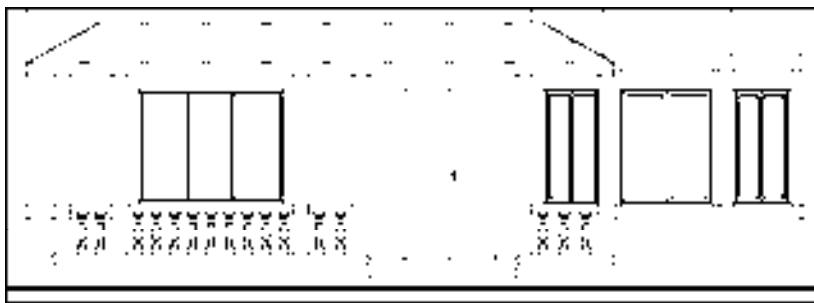

图 13-174 一层立面图的完善结果
8) 按〈Ctrl+O〉组合键，打开配套光盘提供的“第 13 章/图块图例.dwg”文件，将其中的“栏杆”图块复制粘贴至立面图中，一层立面图的完善结果如图 13-174 所示。